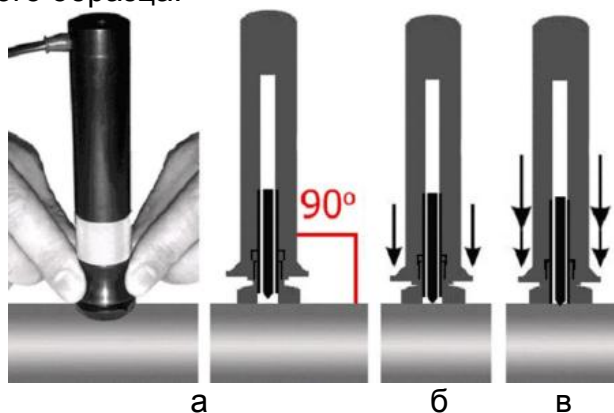

Рисунок 2
8.4.1.5. Установить преобразователь упорной шайбой на поверхность образца, удерживая его в районе упорной юбки как показано на рисунке 2а. Нажимая на упорную юбку двумя руками подвести алмазный наконечник преобразователя перпендикулярно к поверхности образца до касания (рисунок 2б) и не останавливаясь, плавно (примерно за 0,5 секунды), нажимая с усилием (5 кг) на упорную юбку, вдавить алмазный наконечник в поверхность металла, не допуская покачивания (рисунок 2в). Не бойтесь приложить чрезмерное усилие – оно будет ограничено. Заданное усилие создается встроенной внутрь преобразователя пружиной с нормируемым усилием. Дождавшись звукового сигнала, быстро снять преобразователь с испытуемого образца.